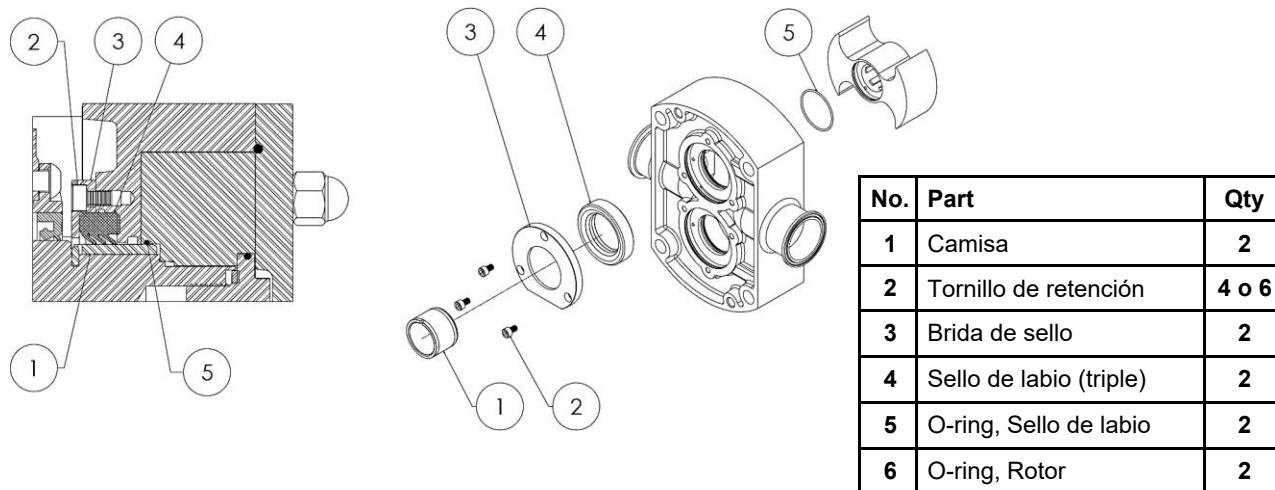

Figura 38: Sello de labio (triple)
**Desensamble:** La opción de sello de labio se muestra en la Figura 38. Retire los tornillos de retención con el destornillador adecuado y deslice el sello de labio hacia afuera del cuerpo. Revise el sello de labio para ver si está dañado alrededor de los labios, si alguno de los labios está dañado, deseche el sello de labio y reemplácelo. Retire los o-rings del sello de labio y del rotor (Figura 38, puntos 5, 6). Si está dañado, reemplace los o-rings. Deslice las camisas fuera de las flechas e inspeccione si hay daños. No reutilice camisas que estén dañadas (superficie ranurada o rayada).